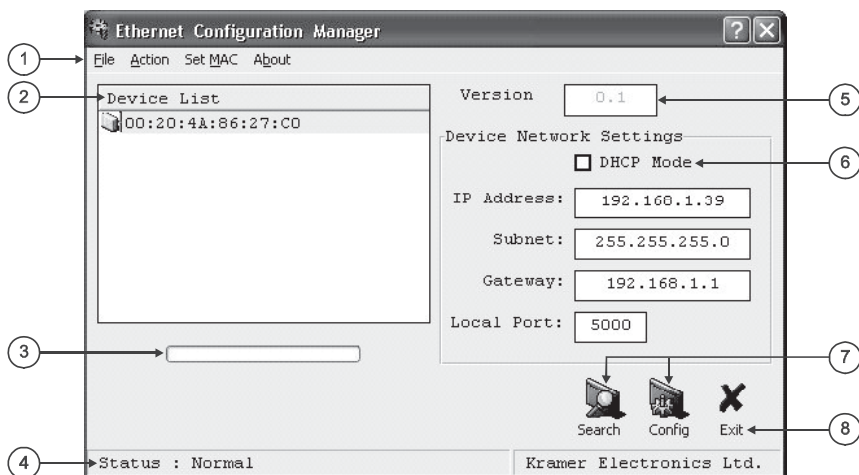

Рис. 1. Окно менеджера конфигурации
3. Нажать на нужный ярлык в папке «Программы» (Programs) меню «Пуск» (Start). Откроется окно менеджера конфигурации (см. рис. 1).